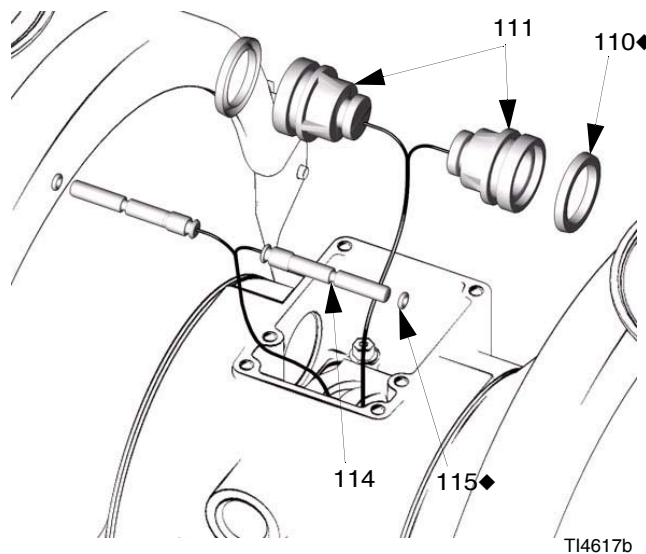

Рис. 10
- Установите уплотнительное кольцо (115) на каждый направляющий стержень (114). Нанесите смазку на стержни и уплотнительные кольца. Вставьте направляющие стержни в подшипники **узкими концами вперед**. См. Рис. 10.
- Установите П-образные кольца (110) на каждый приводной поршень (111) так, чтобы кромки колец были обращены к **узким концам** поршней. См. Рис. 10.
- Нанесите смазку на П-образные кольца (110) и приводные поршни (111). Вставьте приводные поршни в подшипники **широкими концами вперед**. Оставьте узкие концы поршней снаружи. См. Рис. 10.